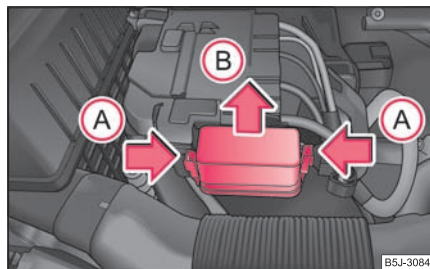

Fig. 207 Bateria: Capacul suportului de siguranțe
- Concomitent apăsați elementele de fixare ale capacului suportului de siguranțe în sensul indicat de săgeată **(A)** ⇒ **pagina 214, fig. 207** și împingeți capacul în sensul indicat de săgeată **(B)**.